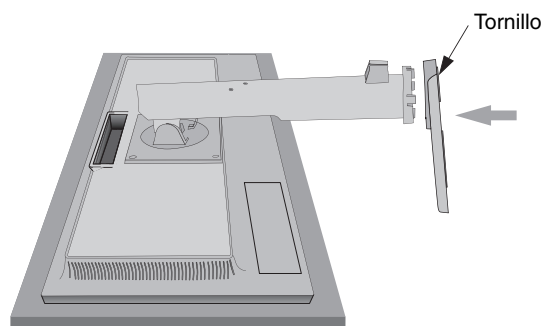

Figura 2
3. Fije el soporte de la base al monitor LCD y apriete los tornillos de la parte inferior (**Figura 2**).